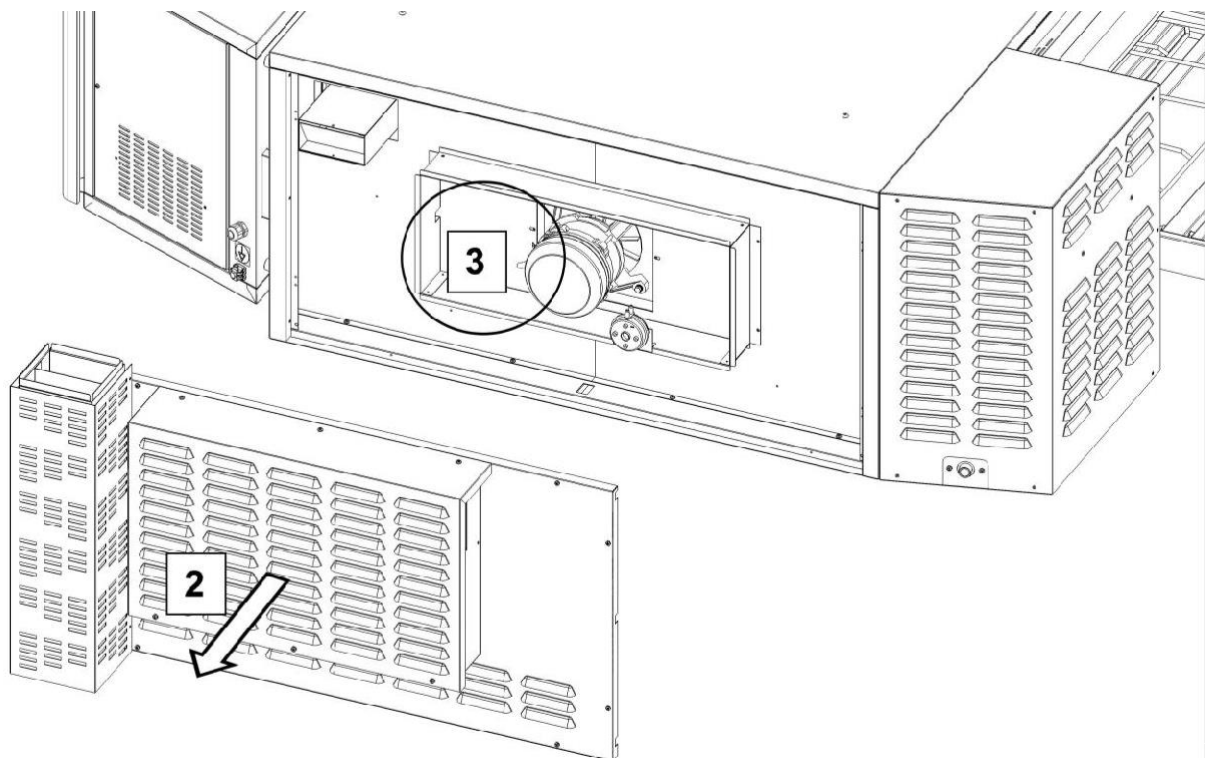

Рис.7
2. Снимите заднюю панель и отсоедините электрические соединения вентиляторов охлаждения, расположенных в верхней части панели (рис. 7).
3. Отсоедините электрические соединения двигателя и реле давления (рис.7, зона 3). Отсоедините воздушные трубки реле давления.